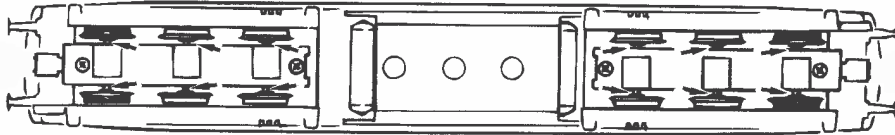

Fig. 9
1. Reinigung der Radstromkontakte: Radstromkontakte können auf unsauberen Schienen leicht verschmutzen. Entfernen Sie **vorsichtig** mit einem kleinen Pinsel **den Schmutz** an den in Fig. 9 gekennzeichneten Stellen.
1. Cleaning of wheel contacts: Wheel contacts easily get dirty on tracks which are not entirely clean. Use a small brush to **remove dirt** from spots marked in fig. 9.
1. Nettoyage des lames de courant aux roues: Les lames de contacts risquent de s'en-crasser rapidement sur des voies poussiéreuses. Veuillez **enlever la poussière** aux endroits marqués à la fig. 9 à l'aide d'un petit pinceau souple.